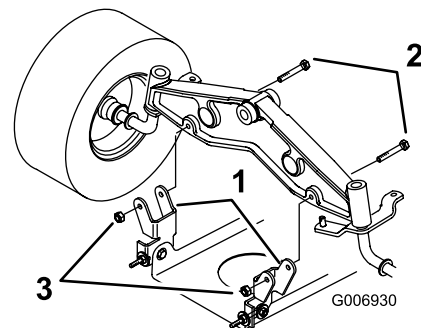

Bild 39
8. Entfernen Sie die Schrauben und Sicherungsmuttern und ziehen die zwei Schwenkhalterungen des Mähwerks von der Vorderachse herunter (Bild 39).